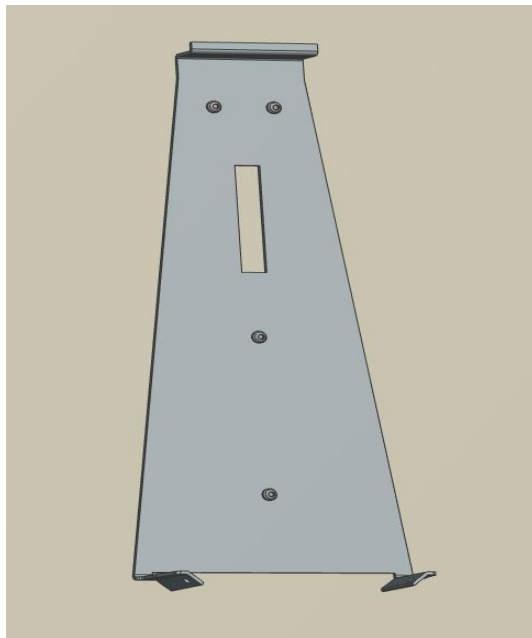

图 1-①
步骤一：从充电桩包装箱中取出壳体钣金固定支架（下图 1-①），使用冲击钻在墙上钻孔（ $\Phi 6$ ），4 个孔位应与下图 1-①中孔位保持一致；然后，将膨胀胶塞插入各孔内，使用十字槽盘头自攻螺钉_ST4. 2 $\times$ 60 将钣金支架固定在墙面上。